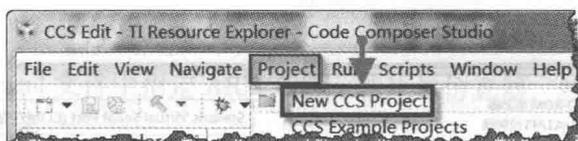

图 1-17 创建一个新工程
1) 在主菜单中选择 Project→New CCS Project, 在弹出的工作空间创建一个新工程, 如图 1-17 所示。